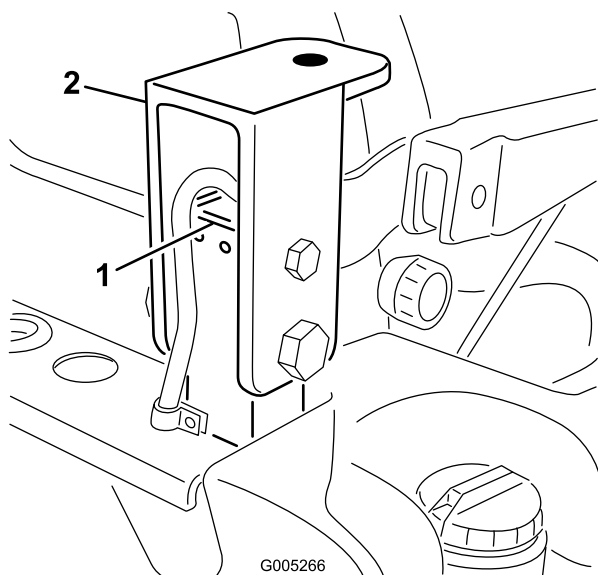

Figura 90
47. Rimuovete i bulloni e i dadi che fissano i supporti di montaggio della cabina ai montanti del ROPS (Figura 90).